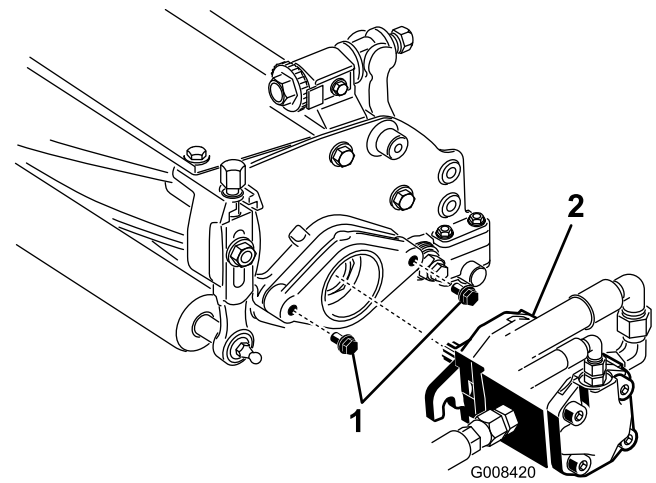

Bild 11
- Fetten Sie die Keilwelle des Motors mit frischem Fett ein und bringen den Motor durch Drehen nach rechts an, so dass die Motorflansche von den Bolzen entfernt sind. Drehen Sie den Motor nach links, bis die Flansche die Bolzen umhüllen (Bild 11).
- Ziehen Sie die Befestigungsschrauben fest (Bild 11).